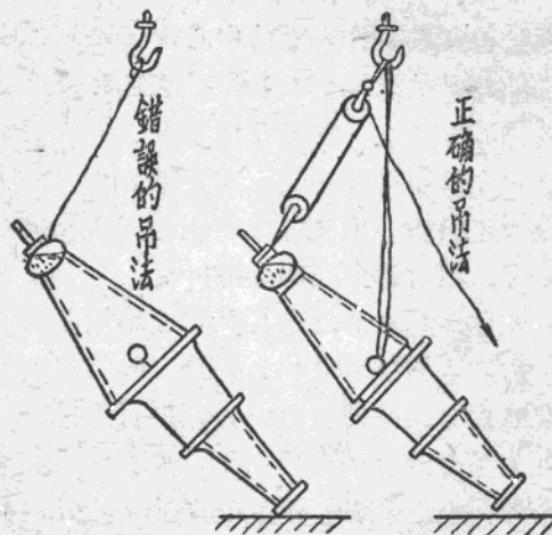

图 4
5. 充油套管垂直放在架上后，立刻把呼吸管安上（原先用螺丝堵住）呼吸管的口向下指（吊法如图 4）。